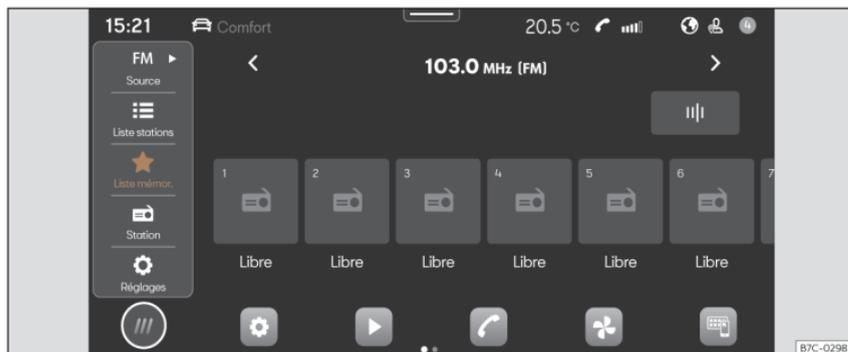

Fig. 127 Représentation schématique : Vue Radio
- Appuyez sur **HOME** > >>> **fig. 127**.